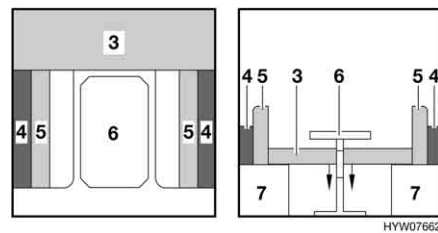

Fig. 102 Pendant la transformation
- Redresser les coussins d'assise (Fig. 102,5).
- Convertir la table (Fig. 102,6) en sommier de lit (voir paragraphe 6.12).